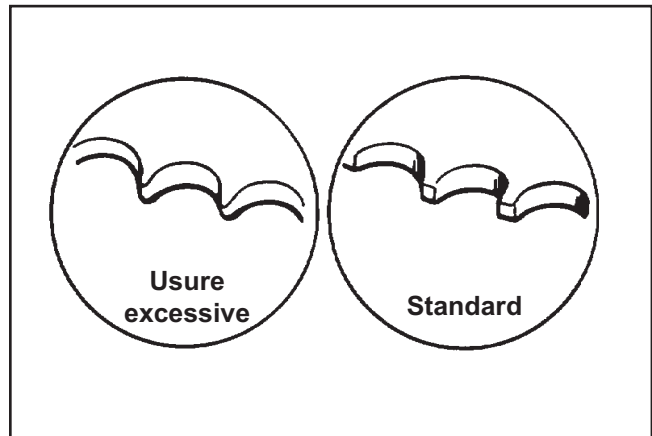

Figure 10-22. Inspection des dents/de l'engrenage sur CS4, CS6.
- a. Inspecter toutes les roues dentées/engrenages pour détecter une usure excessive. Si les dents sont usées et forment une pointe, les engrenages/roues dentées et la chaîne (CS4 et CS6) doivent être remplacés. Voir la figure 10-22.